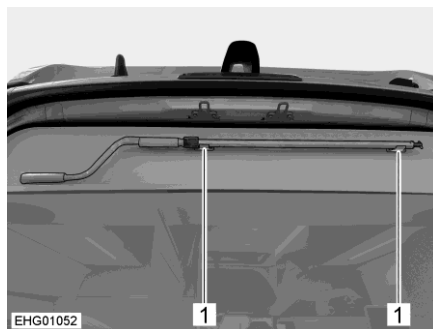

Fig. 13 Manivelle dans sa fixation (équipement en option)
- ▷ La manivelle pour le store extérieur est fournie en série, non attachée. Une fixation (Fig. 13,1) pour la manivelle est disponible en option.